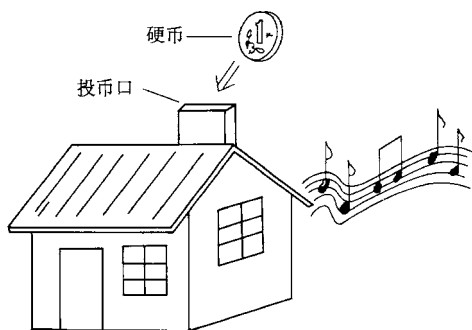

图 1-1
(1) 自己动手给普通的储钱罐加装一套简单的电子装置，就能制成一个有趣的音乐储钱罐(见图 1-1)。每当你向储钱罐内投入一枚硬币，储钱罐便会奏出一首悦耳的乐曲，每次放送的乐曲也不相同（共含有 16 首不同的乐曲），别有一番情趣。